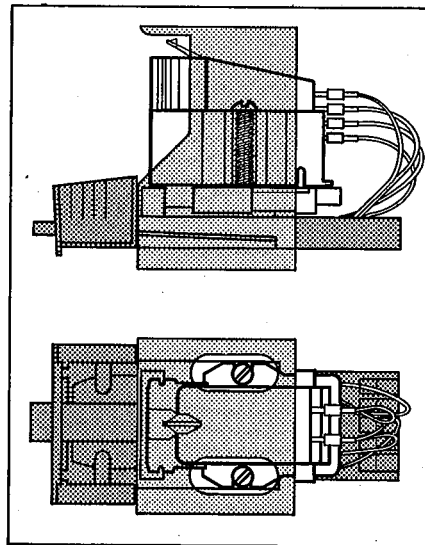

Fig. 11
2. Fixez la cellule sur son support en vous servant des accessoires et du gabarit joints à la tête de lecture et à la cellule. Il faut veiller à ce que la cellule soit montée à l'emplacement géométrique correct dans son support (fig. 11).